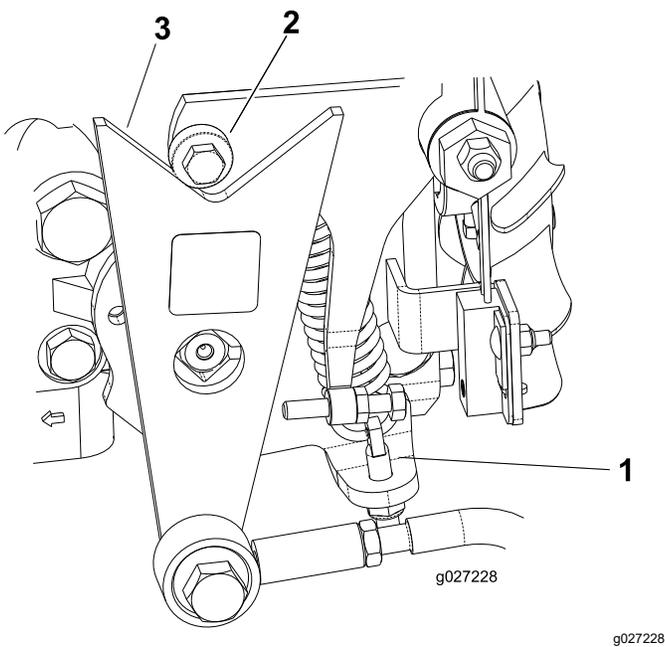

Figure 49
- Si les roues tournent dans le bon sens, arrêtez le moteur et réglez le contre-écrou de la goupille de réglage du ressort (Figure 49). Réglez le point mort de la transmission ; voir Réglage du point mort de la transmission aux roues \(page 30\).